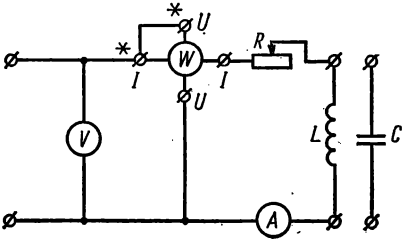

Рис. 2.52
1. Собрать цепь (рис. 2.52) и показать ее преподавателю для проверки.